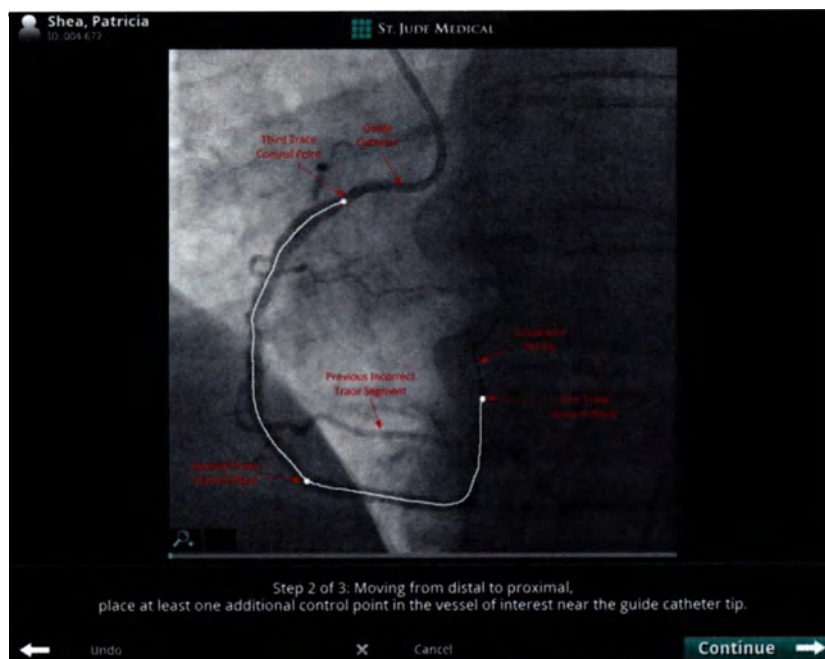

Рисунок 6-10: Исправленная следа сосуда с использованием одного дополнительного пункта.
6. Поместите последнюю (самую проксимальную) контрольную точку в сосуд извлечения катетера вблизи направляющего наконечника катетера. **Рисунок 6-10** показывает исправленный след сосуда, используя один дополнительный пункт управления (в общей сложности три).